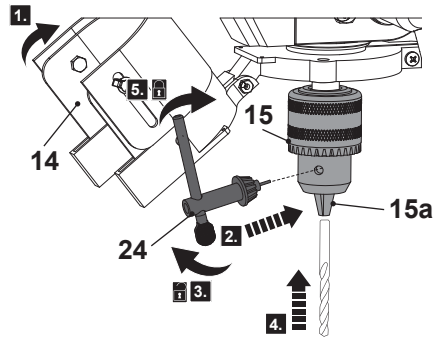

Fig. 9
1. Dobre a proteção do mandril para cima (14) (Fig. 9, passo 1).
2. Insira a chave do mandril (24) no orifício do mandril de perfuração (15) (Fig. 9, passo 2) e rode a chave do mandril (24) no sentido anti horário até que as garras do mandril (15a) fiquem abertas o suficiente para inserir a broca (Fig. 9, passo 3).
3. Insira a broca no mandril de perfuração (15) até parar (Fig. 9, passo 4).
4. Rode a chave do mandril (24) no sentido horário até que a broca esteja bem apertada nas garras do mandril (15a) (Fig. 9, passo 4). Assegure que a broca está centrada no mandril.
5. Incline a proteção do mandril (14) para baixo.